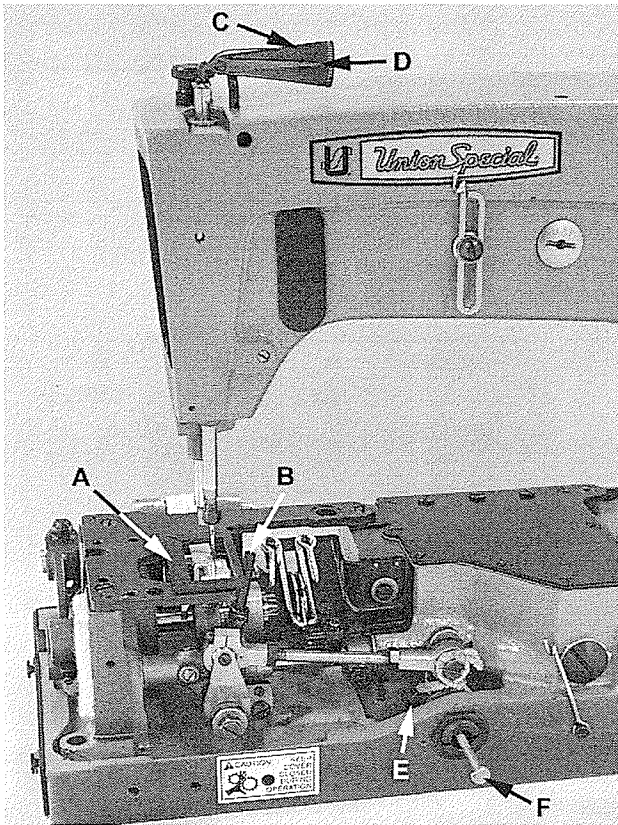

Fig 3
Retire la plancha de aguja, el diente, looper y el tira hilo del hilo de la aguja, (Fig 3) Con el calibrador TT34, utilice los tornillos de la plancha de aguja para colocar la plancha de sincronización (A) al soporte de la plancha de aguja. Inserte el pasador (B) en la cavidad para el looper y sujetelo a su tornillo. Gire el volante en sentido de operación (hacia el operador) hasta que el pasador ligeramente toque el borde derecho de la placa de sincronización. Inserte el indicador (C) dentro del hueco para el tira hilo de la aguja, y muevalo hacia arriba y hacia abajo hasta que el apuntador (D) en el indicador sea "0", y apriete el tornillo. A continuación gire el volante en dirección reversa (alejándose del usuario) hasta que el pasador nuevamente toque ligeramente el lado derecho de la placa. Si la máquina está sincronizada el apuntador del indicador debería leer "0". Si el apuntador está sobre o debajo de "0", la máquina está fuera de sincronización. Una variación de una línea es aceptable.